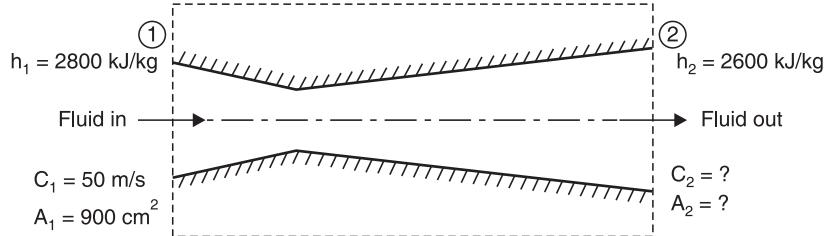

Fig. 2.49
**Solution.** Refer Fig. 2.49.